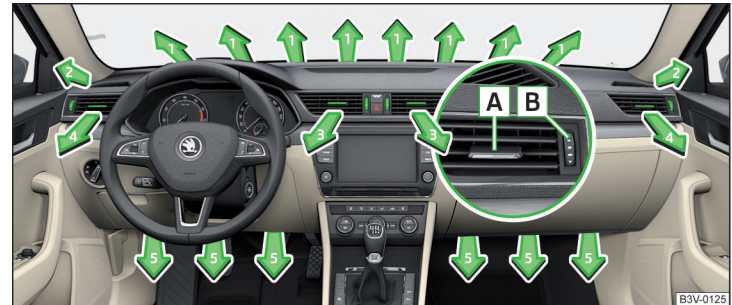
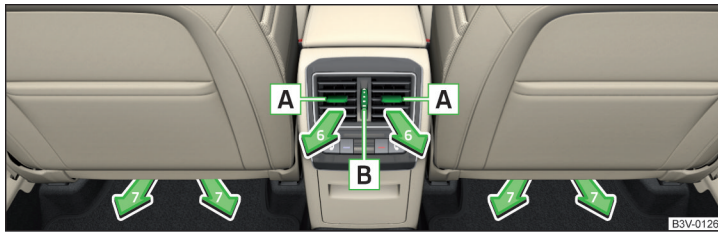

Abb. 139 **Luftaustrittsdüsen vorn**
Abb. 140 Luftaustrittsdüsen hinten
Bei den Luftaustrittsdüsen **3, 4** » Abb. 139 und **6** » Abb. 140 kann die Luftströmungsrichtung geändert und die Düsen können auch einzeln geöffnet und geschlossen werden.
- Die waagerechten Lamellen mithilfe des verschiebbaren Verstellelements » Abb. 139 bzw. » Abb. 140 nach oben oder unten schwenken, um die Höhe der Luftströmung zu ändern.
- Die senkrechten Lamellen mithilfe des verschiebbaren Verstellelements » Abb. 139 bzw. » Abb. 140 nach links oder rechts drehen, um die seitliche Richtung der Luftströmung zu bedienen.
- Den Regler » Abb. 139 bzw. » Abb. 140 nach oben drehen.
- Den Regler » Abb. 139 bzw. » Abb. 140 nach unten drehen.
Richtung des Luftaustritts einstellen	Aktive Luftaustrittsdüsen » Abb. 139 und » Abb. 140